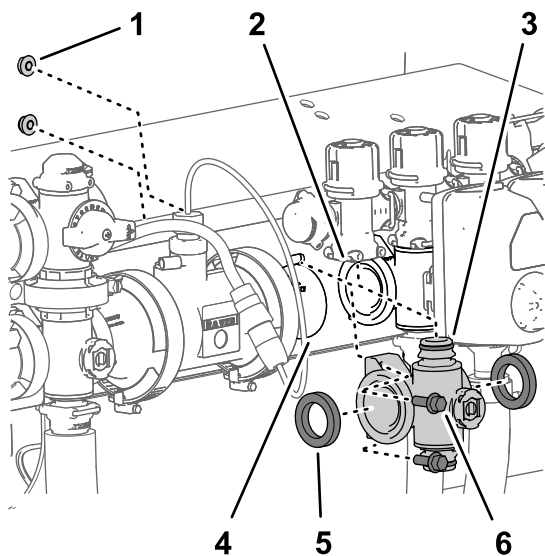
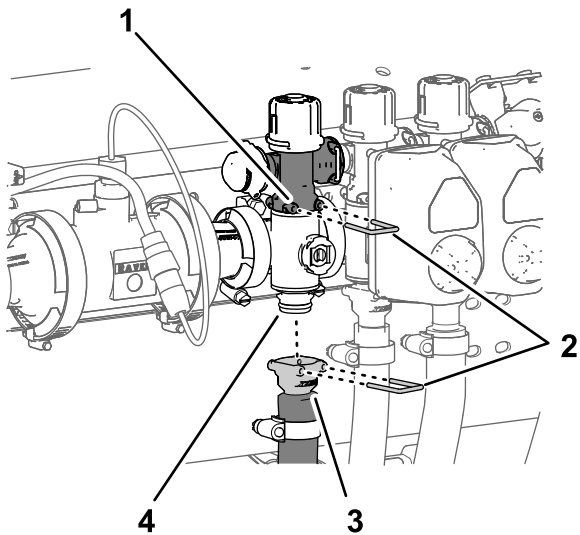

图 117
图 118
1. 将在 拆下喷洒臂段歧管阀 \(页码 64\) 中卸下的 2 个垫片与喷洒臂段阀歧管的法兰对齐 图 117。
2. 将喷洒臂段阀歧管的法兰放在其他喷洒臂段阀和/或耦合适配器的法兰之间图 117。
3. 用快速连接销将喷洒臂段歧管的快速连接接头安装到喷洒臂段旁通阀的快速断开槽内图 117 和图 118。
5. 对于左或右喷洒臂段阀歧管使用在 拆下喷洒臂段歧管阀 (页码 64) 中卸下的 2 个凸缘头螺栓 1/4 x 3/4 英寸和凸缘锁紧螺母 1/4 英寸将喷洒臂段阀歧管安装到阀支架上图 117。
8. 用快速连接销将喷洒臂段软管的快速连接耦合器安装到喷洒臂段阀歧管的快速连接接头上图 118。